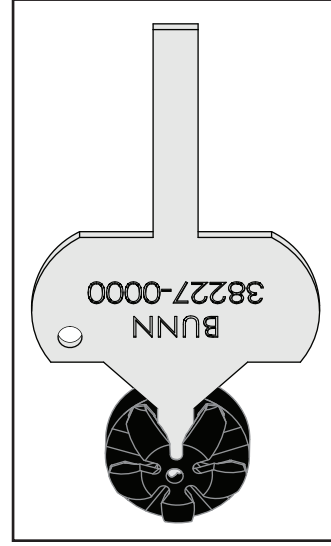

FIGURE 1
2. Vérifiez le diffuseur et nettoyez-la. Les orifices ne doivent jamais être obstrués. Insérez la partie courte de l'outil de nettoyage du diffuseur en plastique dans chacun des cinq orifices où passe l'eau pour en retirer tous les dépôts en minéraux (voir la figure 1).